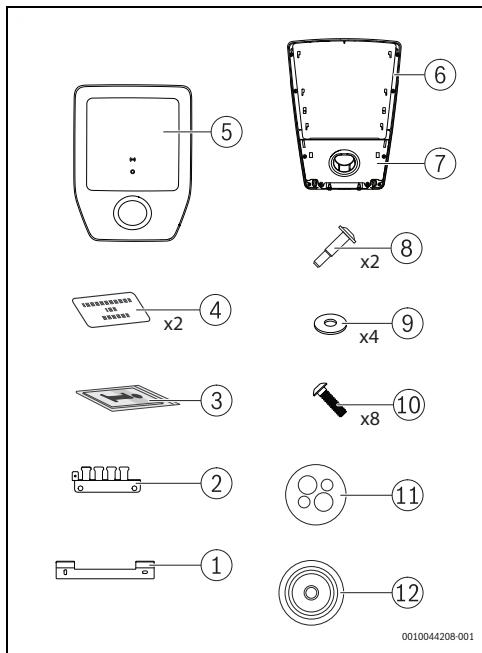

Bild 481 Leveransomfattning
- Ta försiktigt bort höljet [5] och locket med parkeringshållaren [7] från Power Charge 7000i (→bild 481, sida 469).